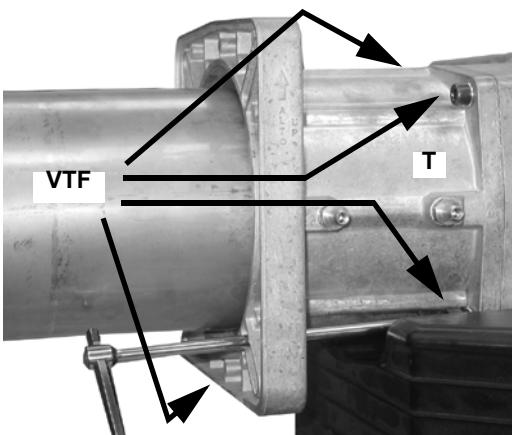

Fig. 2
- 3 Desmontar el botín embridado T extrayendo los 4 tornillos de cabeza hexagonal VTF (Fig. 2).